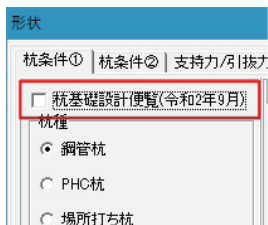

図1 杭形状－杭条件①画面
この便覧対応の設定は、ラーメン橋脚では図1に示した入力画面「杭形状」のタブ「杭条件①」で行います。